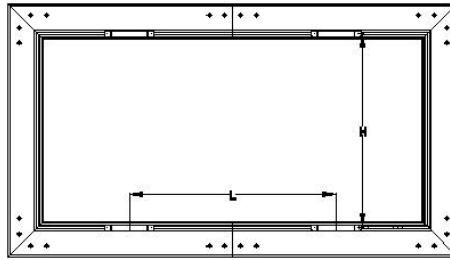

Abb. 14
1. Montieren Sie pro horizontalem Rahmenteil (A) zwei Wand-Aufhängungen (I). Achten Sie darauf, dass die Aufhängung gleichmäßig auf der Länge verteilt positioniert sind (gemäß Abb. 14) und sich gegenüber liegen.